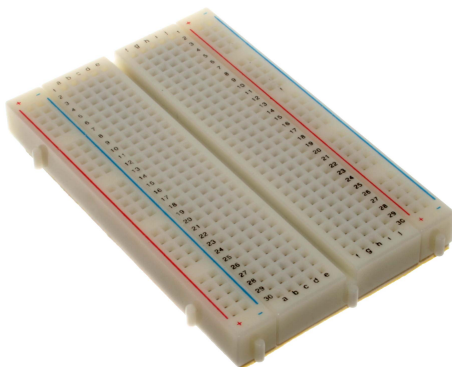

Abbildung 1: Steckplatine
- Die Verdrahtung erfolgt auf Steckplatinen – siehe Abb. 1. Die mit roten und blauen Streifen markierten Lochreihen sind in Längsrichtung elektrisch verbunden, alle anderen in Querrichtung mit einer Trennung in der Mitte. Üblicherweise verwendet man die Längsrichtung für die Stromversorgung: Rot = Versorgungsspannung, Blau = 0 V.